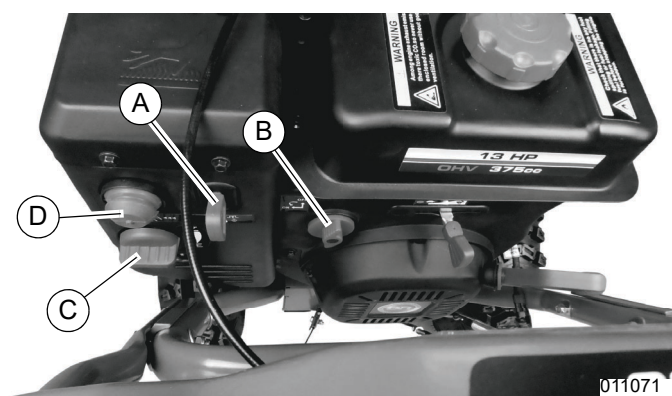

Figura 3-1. Arranque manual
2. Consulte la Figura 3-1. Inserte la llave (A) en la ranura.